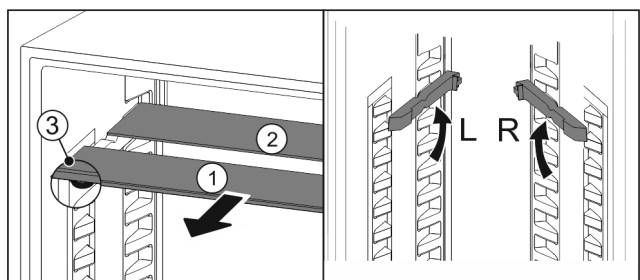

Fig. 18
- ▶ Glasplatten einzeln nach vorne herausziehen Fig. 18 (1).
- ▷ Glasplatte Fig. 18 (1) mit Zierleiste liegt vorne.
- ▷ Stopps Fig. 18 (3) zeigen nach unten.